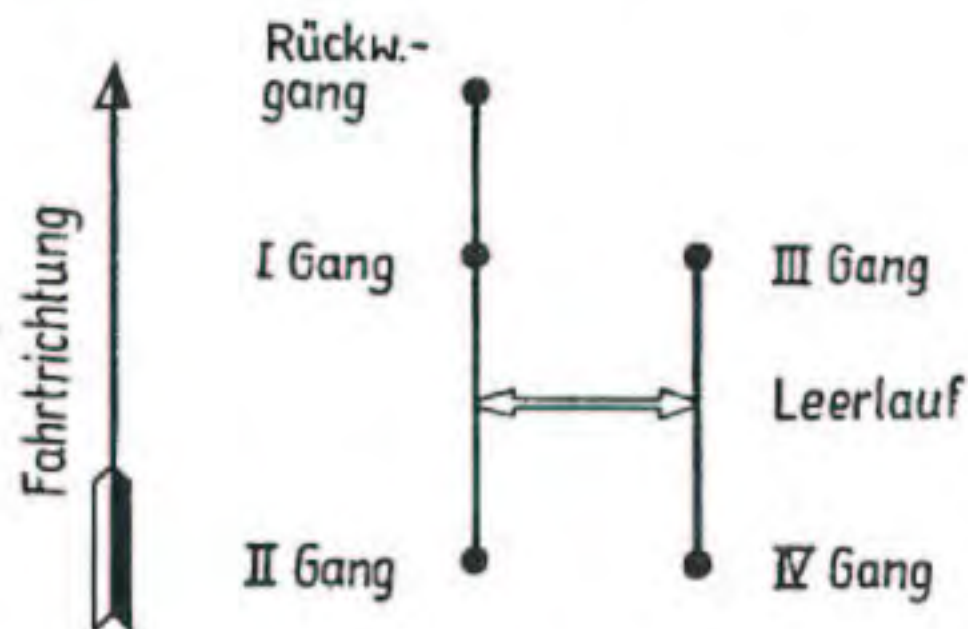

Bild 2
Erst **auskuppeln**, dann mit der rechten Hand am Holzgriff (6) sämtliche Gänge probeweise durchschalten, siehe Schaltschema (Bild 2).